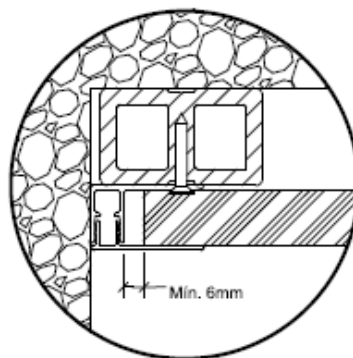

Figura 4 – Detalle de fijación de remate
- Debe mantenerse una distancia de dilatación de como mínimo 6mm entre la extremidad de la tabla y el respectivo accesorio (canto/, remate unión, esquinera). Como podemos constatar en la Figura 4 donde se retrata el terminal efectuado con un remate.